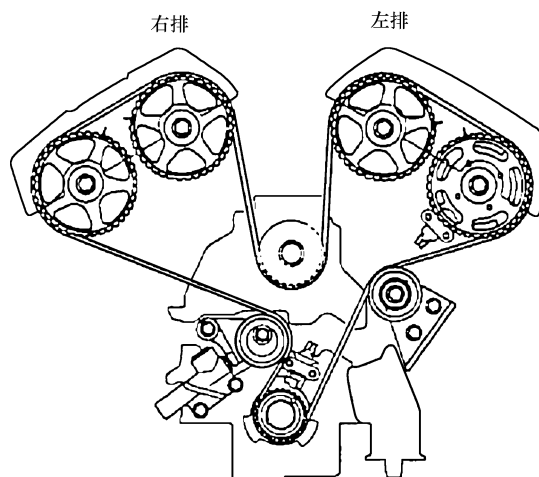

图 29-7 安装正时带
6) 对齐各个链轮的正时标记，然后按照曲轴链轮-惰轮-左侧排气凸轮轴链轮-左侧进气凸轮轴链轮-水泵带轮-右侧进气凸轮轴链轮-右侧排气凸轮轴链轮-张紧器带轮的安装顺序，安装正时带，如图 29-7 所示。在此步骤中，1 缸活塞要处于压缩上止点位置。